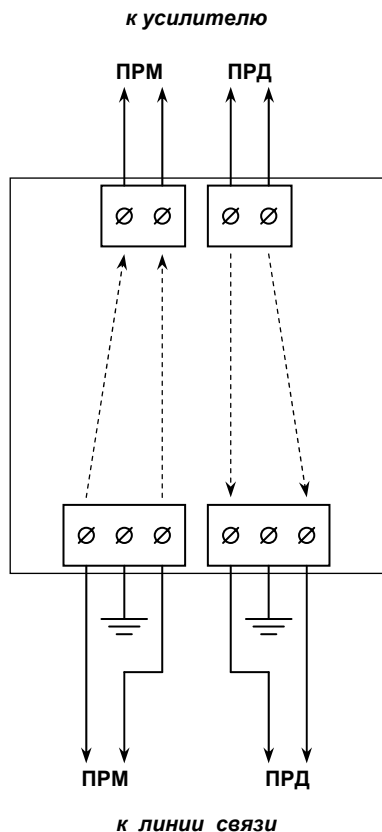

Рис. 3.5. Назначение клемм модуля молниезащиты.
3.6. Модули молниезащиты (ММЗ) имеют клеммы подключения заземления с линейной стороны. Максимальное синфазное напряжение на линейных входах ММЗ в рабочем режиме не более 20В. Назначение клемм на плате ММЗ показано на рис.3.5.
Подключение линий связи с помощью плинта LSA-Plus показано на рис.4.1, а к модулям молниезащиты – на рис. 3.5.